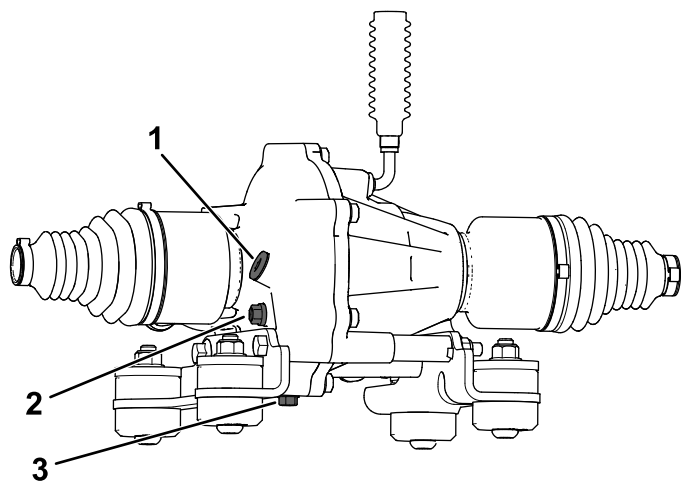

Bild 105
4. Entfernen Sie die Prüfschraube am vorderen Differential (**Bild 105**).
5. Wenn der Ölstand niedrig ist, können Sie das angegebene Öl durch die Öffnung der Prüfschraube (**Bild 105**) nachfüllen.
4. Stellen Sie eine Auffangwanne unter die Ablassschraube (**Bild 105**).
5. Entfernen Sie die Füllschraube (**Bild 105**).
6. Entfernen Sie die Ablassschraube und lassen Sie das Öl vollständig ablaufen (**Bild 105**).